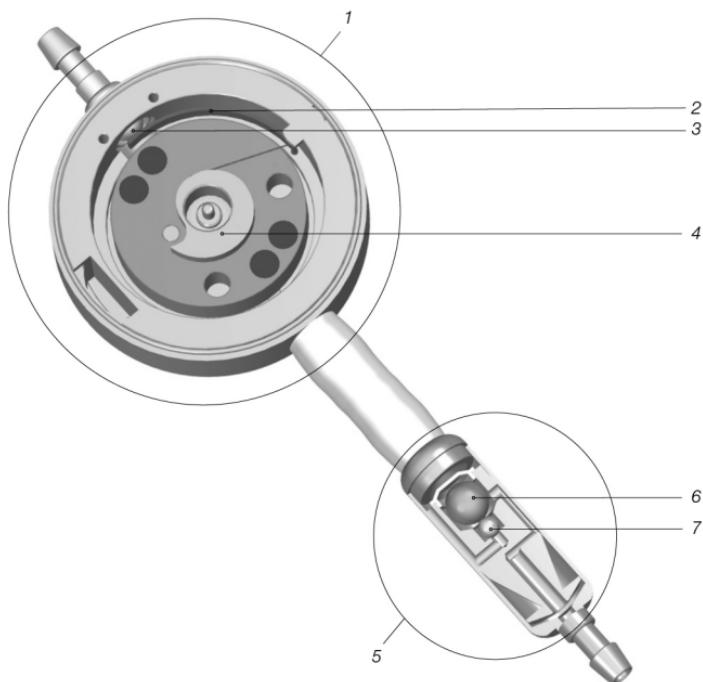

Fig. 1: proGAV 2.0 în secțiune transversală
proGAV 2.0 este un sistem de valve fabricat din titan. Acesta se compune dintr-o unitate de presiune diferențială reglabilă (1) și o unitate gravitațională (5) (Abb. 1).